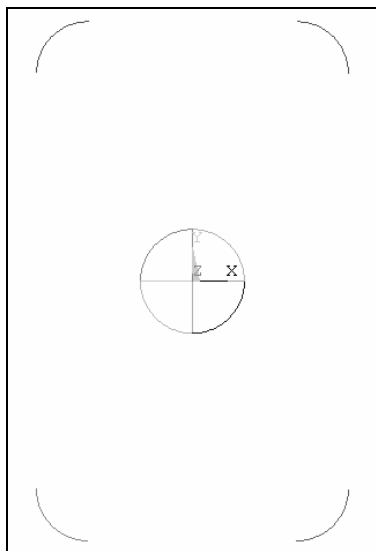

图 9-14 利用扇形的 4 段弧线生成手机下壳的 4 个拐角
(5) 如图 9-14 所示，使用复制命令（Copy），利用扇形的 4 段弧线生成下壳的 4 个拐角。